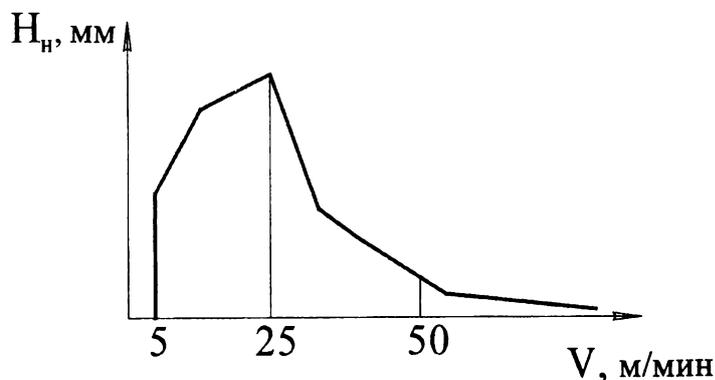

Рис. 3.2. График зависимости высоты нароста от скорости резания
Задача 4. Объясните ход кривой, выражающей зависимость высоты нароста (H_n) от скорости резания (V) в указанных интервалах (рис. 3.2).